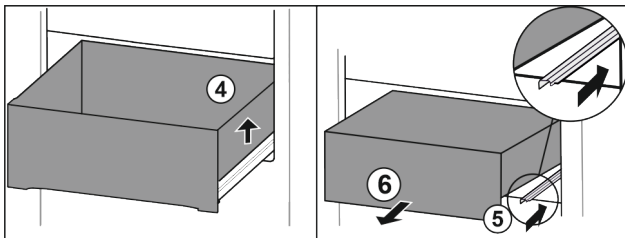

Fig. 128
- ▶ Soulever le tiroir sur la droite. Fig. 128 (4)
- ▶ Rentrer le rail de droite. Fig. 128 (5)
- ▶ Retirer le tiroir par l'avant. Fig. 128 (6)